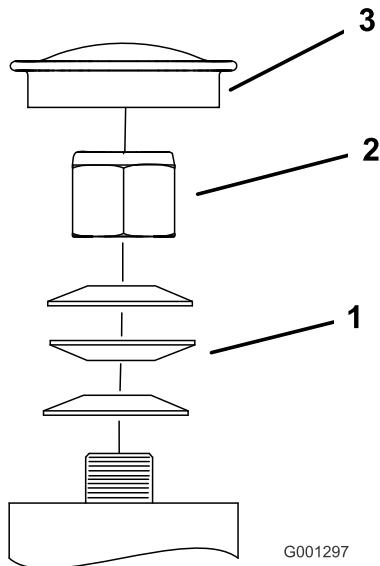

Figura 69
3. Retire el tapón anti-polvo de la rueda giratoria y apriete la contratuerca (Figura 69).
4. Apriete la contratuerca hasta que las arandelas de muelle estén planas, luego afloje 1/4 de vuelta para establecer la pre-carga correcta de los cojinetes ().Figura 69
Importante: Asegúrese de que las arandelas de muelle están correctamente instaladas, según se muestra en Figura 69.
- Coloque el tapón anti-polvo (Figura 69).